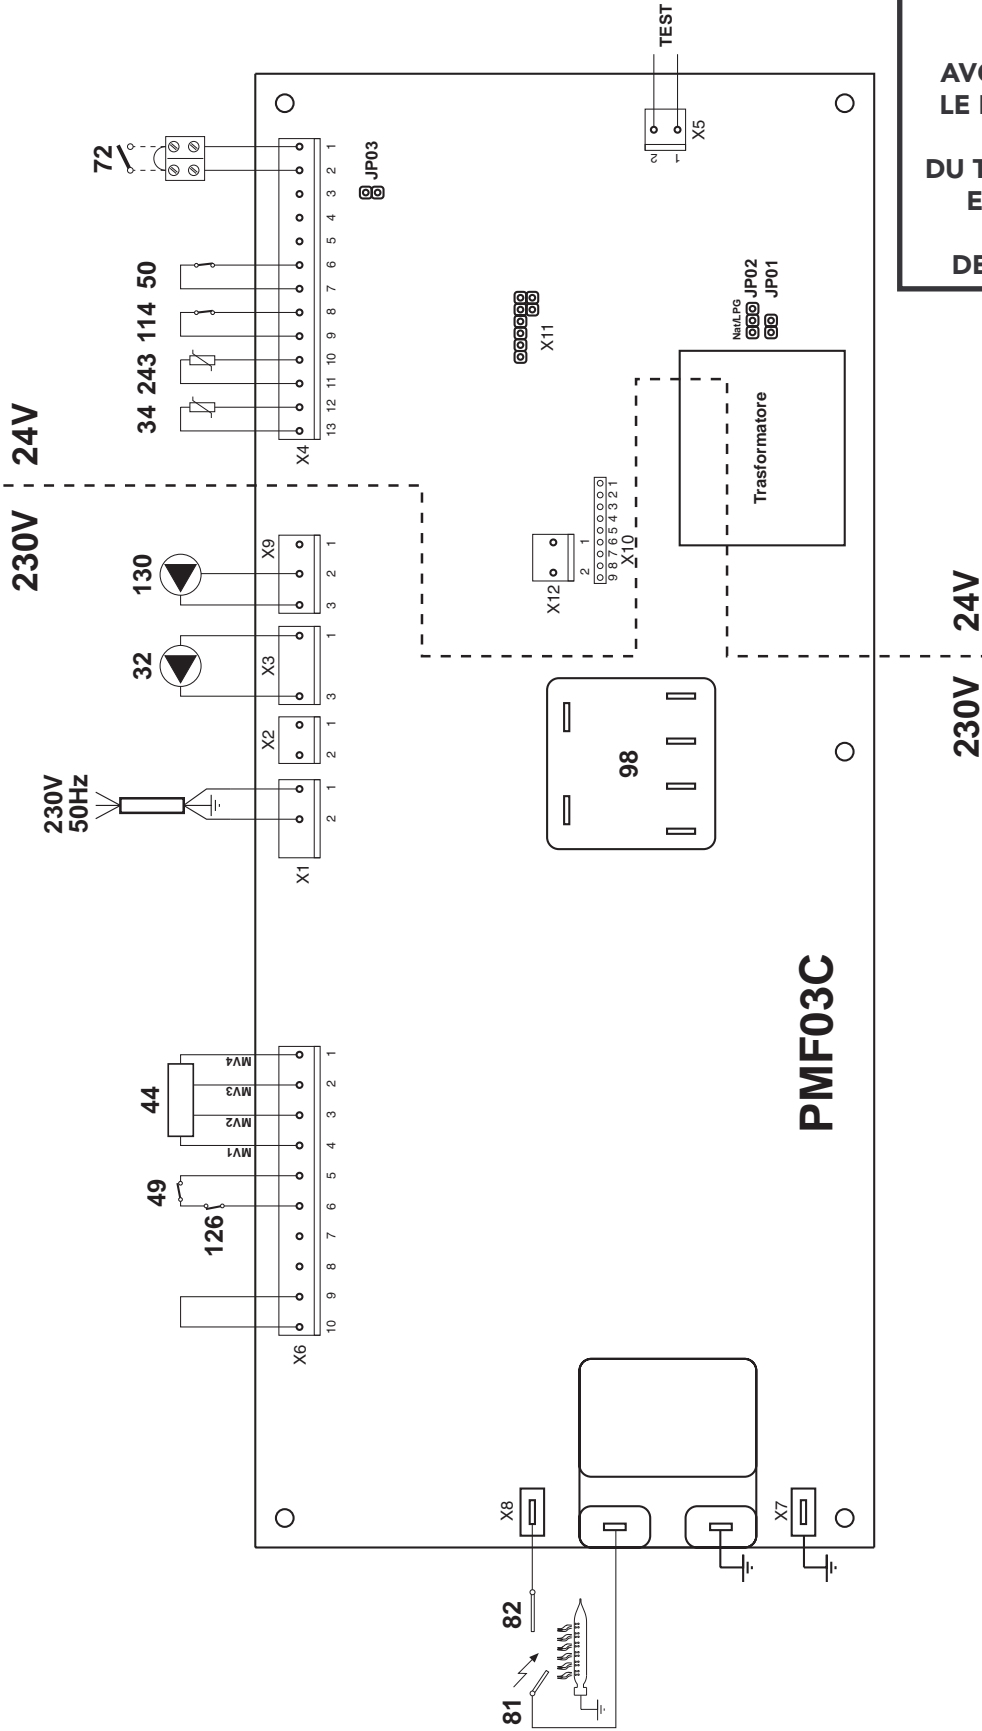

Fig. 9
3.08 Installation du thermostat d'ambiance éventuel (72) (Fig. 9)
Retirer le shunt du domino 72 et brancher le thermostat (72) comme cela est indiqué sur la figure 9.